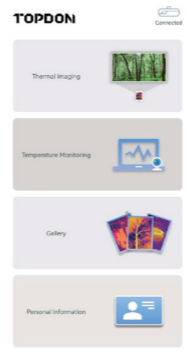

Abbildung 3.1.3
3. Starten Sie die TC002-App. In der oberen rechten Ecke vom Startbildschirm wird das Symbol als "**Verbunden**" angezeigt (siehe Abbildung 3.1.3)